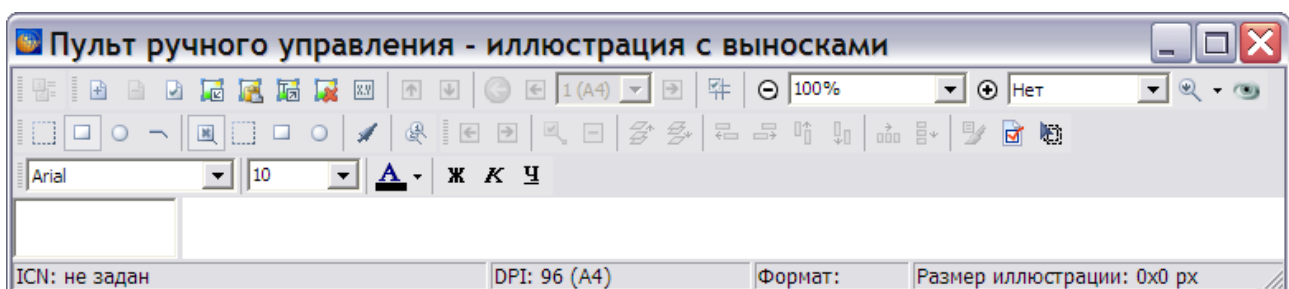

Рис. 6.57
6. Нажмите на кнопку **Применить**. При этом откроется окно для создания и редактирования иллюстраций с названием нашей иллюстрации – «Пульт ручного управления – иллюстрация с выносками» (Рис. 6.57).